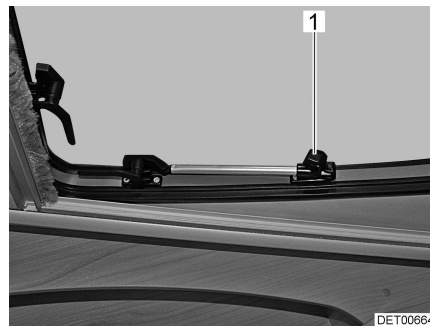

Fig. 28 Tragaluz con soportes giratorios, abierta
- Abrir el tragaluz hasta la posición deseada y fijarlo con el botón moleteado (Fig. 28,1).
- Girar el botón moleteado (Fig. 28,1) hasta que se libere el bloqueo.